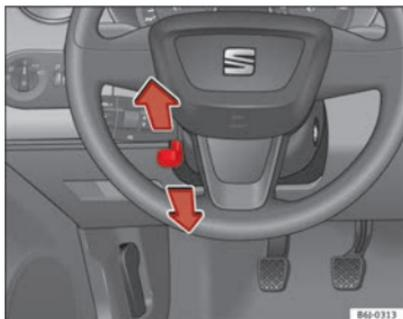

Abb. 108 Lenkradhöheneinstellung
- Schwenken Sie den Hebel ⇒ Abb. 108 unter der Lenksäule nach unten ⇒ ⚠.
- Stellen Sie das Lenkrad in die gewünschte Position ein ⇒ Abb. 108.
- Stellen Sie den Fahrersitz bzw. das Lenkrad so ein, dass der Abstand zwischen Lenkrad und Brustbein mindestens 25 cm beträgt ⇒ Abb. 108. Wenn Sie den Mindestabstand nicht einhalten, kann Sie das Airbag-System nicht schützen – Lebensgefahr!